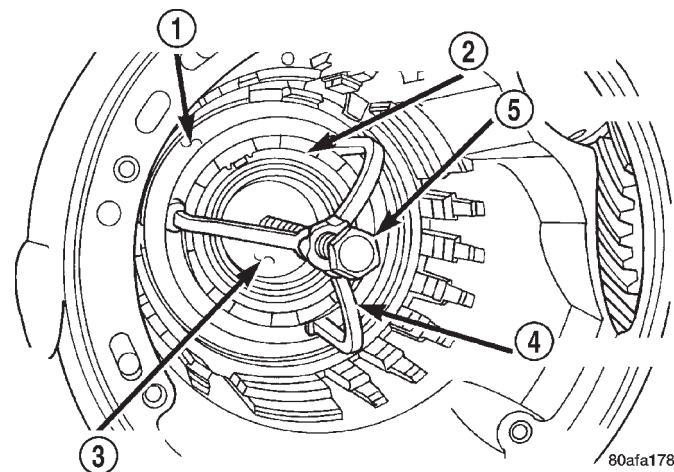
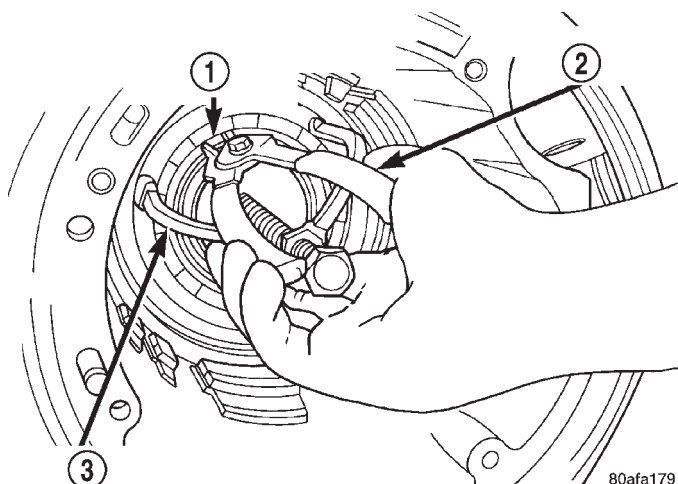

Fig. 89 Herramienta de compresión en uso
Fig. 90 Instalación del anillo de muelle
(10) Instale el compresor de muelle de baja y marcha atrás en su posición (Fig. 89). Comprima el émbolo de baja y marcha atrás e instale el anillo de muelle como muestra la (Fig. 90).